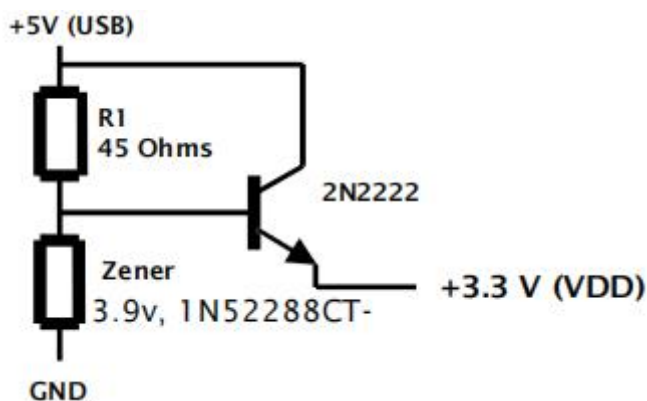

图 5. 示例 VDD 发生器
(1) 对于 12 MHz 的时钟源，CM 时钟倍增器引脚必须接高电平；对于 48 MHz 的时钟源，该引脚必须接地。
(2) VDD 可以从 USB 供电中获取。参见图 5。
(3) VDD 可以从 USB 供电中获取。图 5 展示了一种简单的方法来提供 3.3 V/30 mA 的电源。另一种选择是使用 Torex 半导体有限公司的 3.3 V SMD 稳压器（部件号 XC62HR3302MR）。
(4) A0 地址位用于在 I/O 映射或内存映射应用中访问地址寄存器或数据寄存器。
(5) 12 MHz 晶体的基本模式。
(6) CBM9001A 可以使用 12 MHz 时钟源。
(7) ICC 测量包括在全速运行的 USB 收发器电流 (IUSB)。
(8) ICCsus1 在 12 MHz 时钟输入和内部 PLL 启用的情况下测量。暂停设置 - (USB 收发器和内部时钟禁用)。
(9) ICCsus2 在外部时钟、PLL 禁用和暂停设置的情况下测量。为了确保绝对最小的电流消耗，确保设备的所有输入都处于静态逻辑电平。
(10) 所有典型值均为 VDD = 3.3 V 和 TAMB = 25°C。
(11) Z_{USBX} 阻抗值包括一个 24 欧姆±1%的外部电阻 (CBM9001A 修订版 1.2 要求外部电阻值为 33 欧姆±1%)。